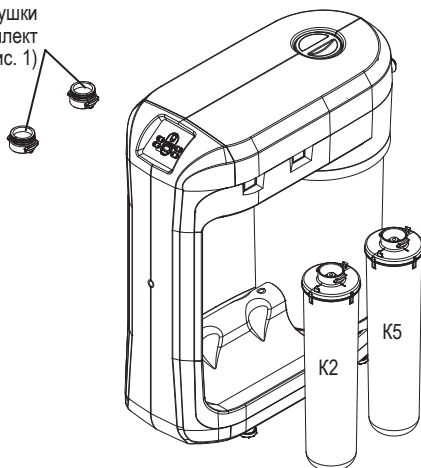

Рис. 11
- Установите модули и сервисные заглушки, как показано на рис. 11.